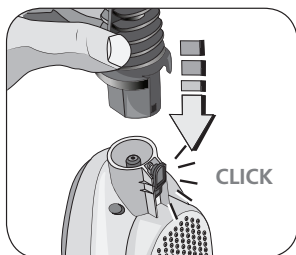
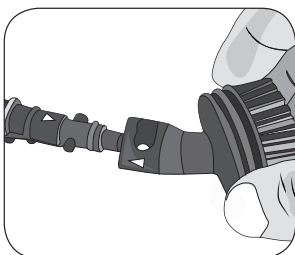

Fig. 13
Fig. 14
Inserire la prolunga (3) sull'attacco del corpo dell'apparecchio. Il corretto montaggio avviene con un "click" (Fig. 13). Inserire uno degli accessori più piccoli dalla parte dell'ugello della prolunga (Fig. 14).
Inserire l'accessorio per tessuti (9) con il panno (11) sull'attacco del pulitore a vapore. Il corretto montaggio avviene con un "click" (Fig. 13).